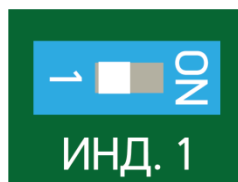

Рисунок 7.11
– по окончании настройки отключить сигнальный светодиод, установив флажок выключателя (поз.3 рисунок 7.1) в левое положение (положение «1») (рисунок 7.11).